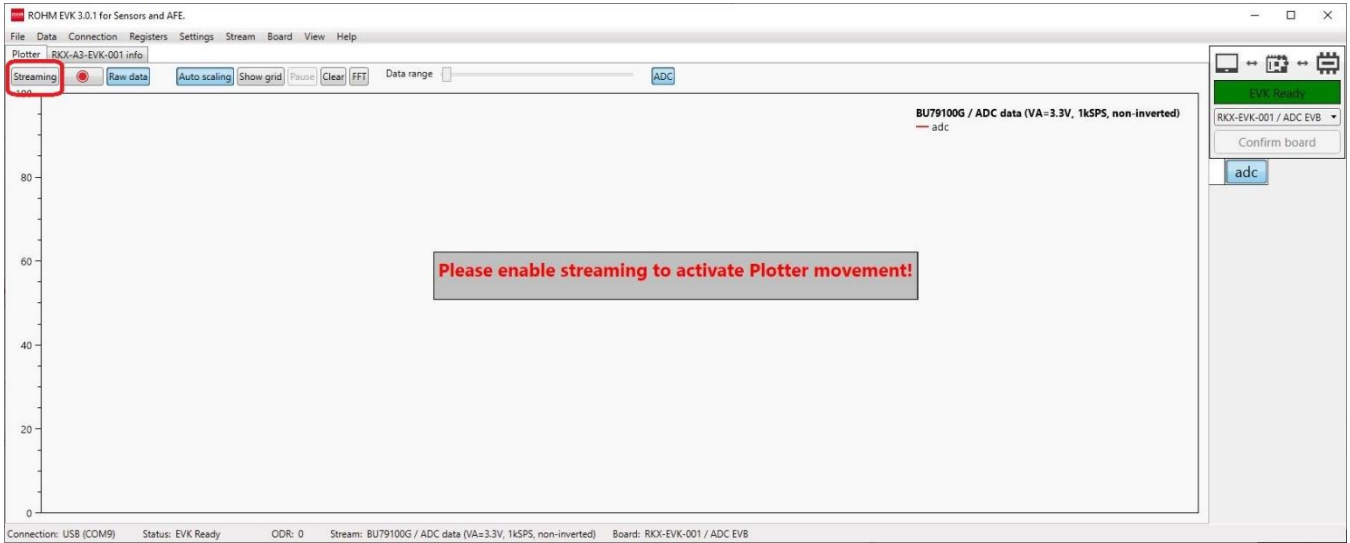

Figure 7. ストリーミングビュー
5. Confirm board ボタンを押してデバイスを確認します。接続インジケータが緑色の EVK Ready ステータスに変わります (Figure 7)。